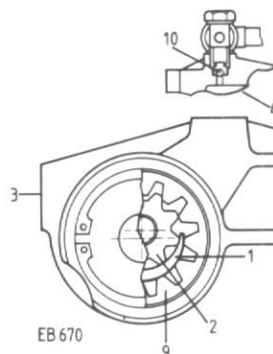

Fig. 156
La pompe est du type à pignon interne avec segment séparateur (1) Figure 156. La pompe est lubrifiée par l'huile de transmission et ne nécessite pas d'entretien.